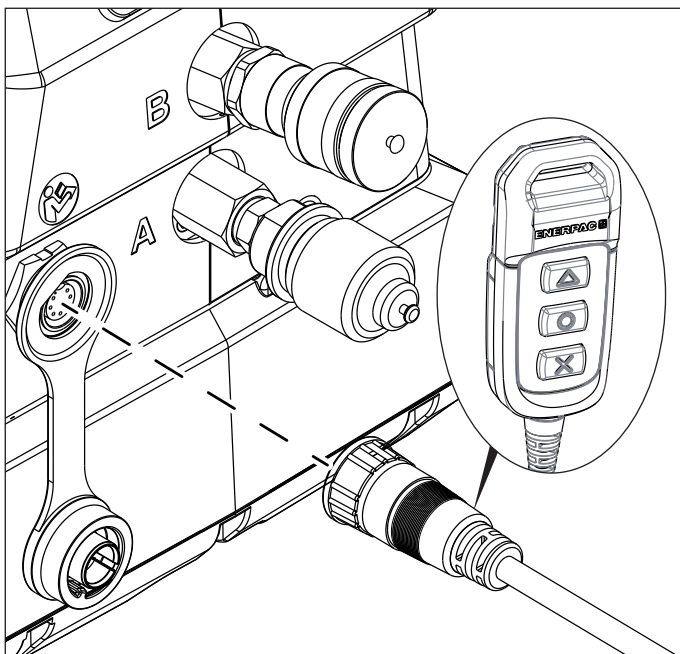

Abbildung 4: Anschluss der Fernbedienung
1. Entfernen Sie die Staubschutzkappe vom Anschluss an der Vorderseite der Pumpe und schließen Sie das Kabel der Fernbedienung an. Siehe Abbildung 4.